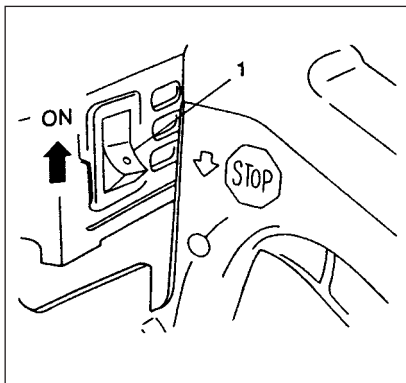

Fig. 2-2
Start (Fig. 2-2, 2B, 3, 4, 4B)
1. Kontroller inden starten, at kædebremsen er sluppet (hvis udstyret dermed), og at sværdet/kæden ikke rører ved noget. (Fig. 2-2)